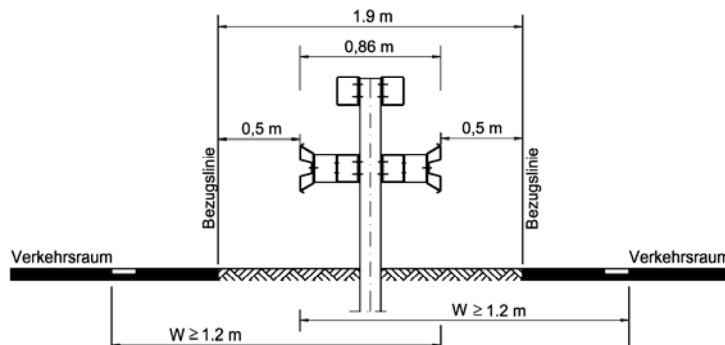
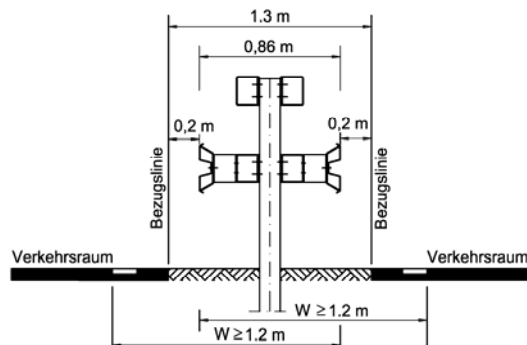

Bild 1: Doppelseitige Schutzvorrichtung mittig aufgestellt mit Regelastrich $a = 0,5$ m
Bild 2: Doppelseitige Schutzvorrichtung mittig aufgestellt mit verringertem Abstand zum Beispiel $a = 0,2$ m
- Der Abstand der Vorderkante der Schutzeinrichtung von der Bezugslinie soll im Regelfall 0,5 m betragen (Bild 1). In begründeten Fällen darf der Abstand verringert werden, wenn z.B. auf Kabel bzw. Entwässerungen zu achten ist (Bild 2).